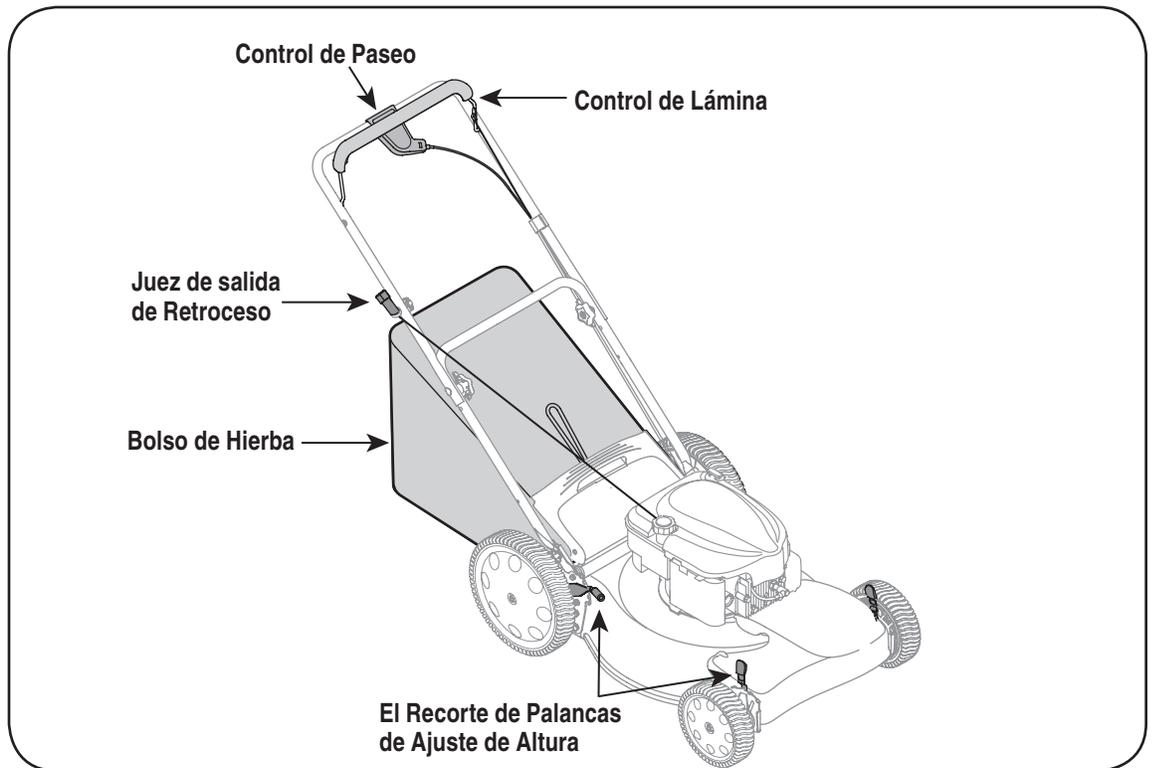

Figura 1
El control de transmisión se encuentra ubicado por debajo de la manija superior y se utiliza para enganchar la transmisión. Apriételo contra la manija superior para enganchar la transmisión, libérela para disminuir la velocidad o detener la podadora. Vea la Figura 1.
1. Verifique el nivel del aceite y agregue más de ser necesario. Siga las instrucciones del manual del motor. Vea la ubicación del tapón de llenado de aceite en la figura 1.
2. Realice el servicio del motor con gasolina como se indica en el manual del motor. Vea la ubicación del tapón de llenado de combustible en la figura 1.